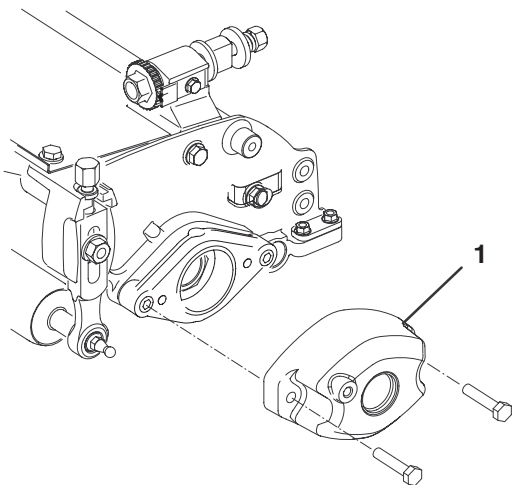

Figure 14
- B. Retirez les 2 vis à tête qui fixent le contrepoids à l'extrémité gauche du plateau de coupe. Déposez le contrepoids (Fig. 14).